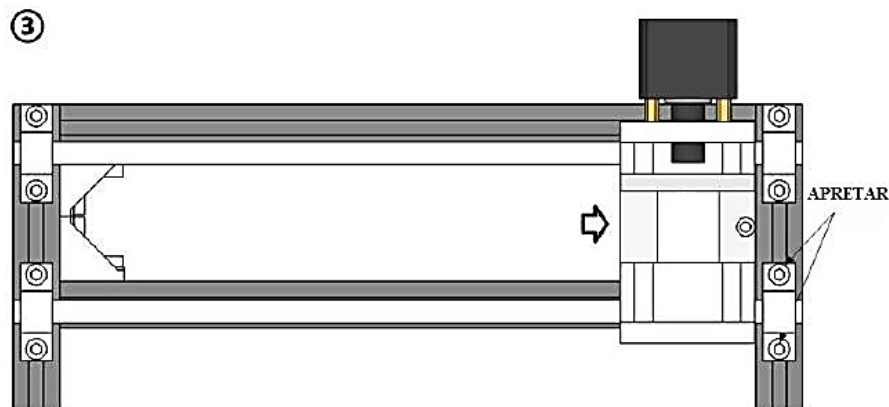

Figura 2.12. Verificación de deslizamiento de cabezal de herramienta.
- 3) Finalmente, se inserta la barra lisa en el extremo contrario al de ajuste y se desplaza manualmente el cabezal porta herramienta hacia dicho extremo con el fin de ajustar el extremo de la barra lisa y se realiza el ajuste apretando los tornillos M5 del último soporte ajustado, así ilustrado en la figura 2.12. Es importante verificar el ajuste realizado al seguir los éste y los pasos anteriores brinde el deslizamiento del cabezal porta herramienta con la menor resistencia posible, evitando cualquier posición de trabado. De no ser así, deben repetirse los pasos para lograr el mejor ajuste posible.